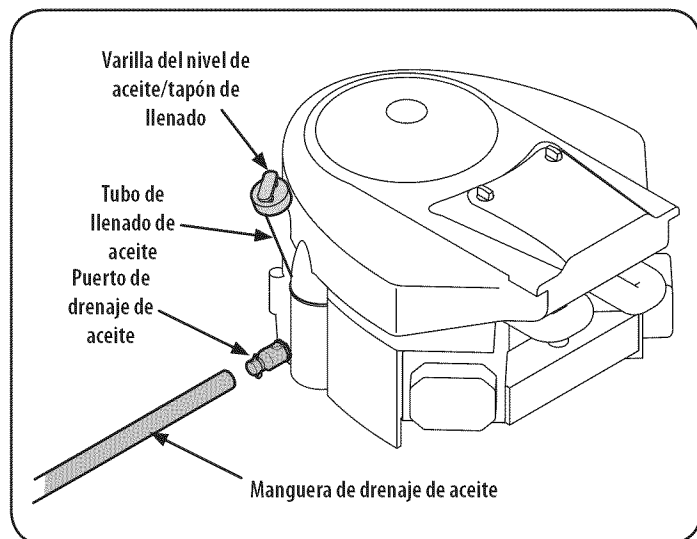

Figura 21
- Abra el tapón protector en el extremo de la válvula de drenaje de aceite para exponer el orificio de drenaje. Consulte la Figura 21. Retire el tapón de llenado con varilla de nivel de llenado de aceite del tubo.